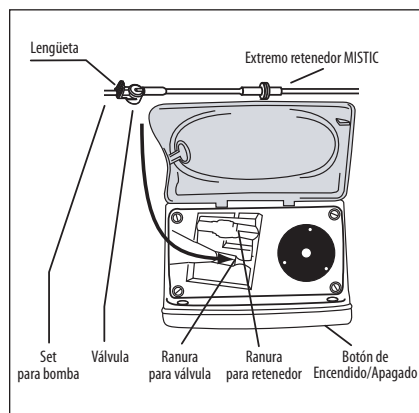

Figura 6A.
2. Cargue el set para bomba sujetando la lengüeta de la válvula e insertando la válvula en la ranura para la válvula de la izquierda. (Figura 6A)